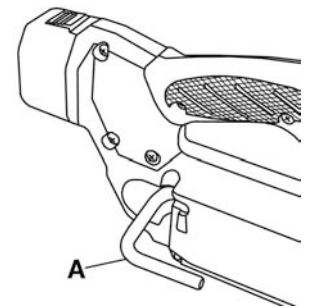

Figure 11
Pour utiliser le crochet (A) Fig.11, il suffit de le retirer du chargeur. Lorsque vous n'utilisez pas le crochet, poussez-le vers le chargeur.